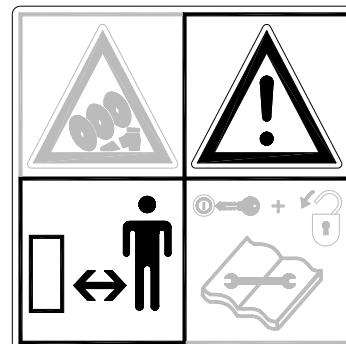

Fig. 5
**¡Manténgase a una distancia de por lo menos 4 metros!** (fig. 5)
- (7) Posición de los adhesivos de seguridad. (Fig 5.)